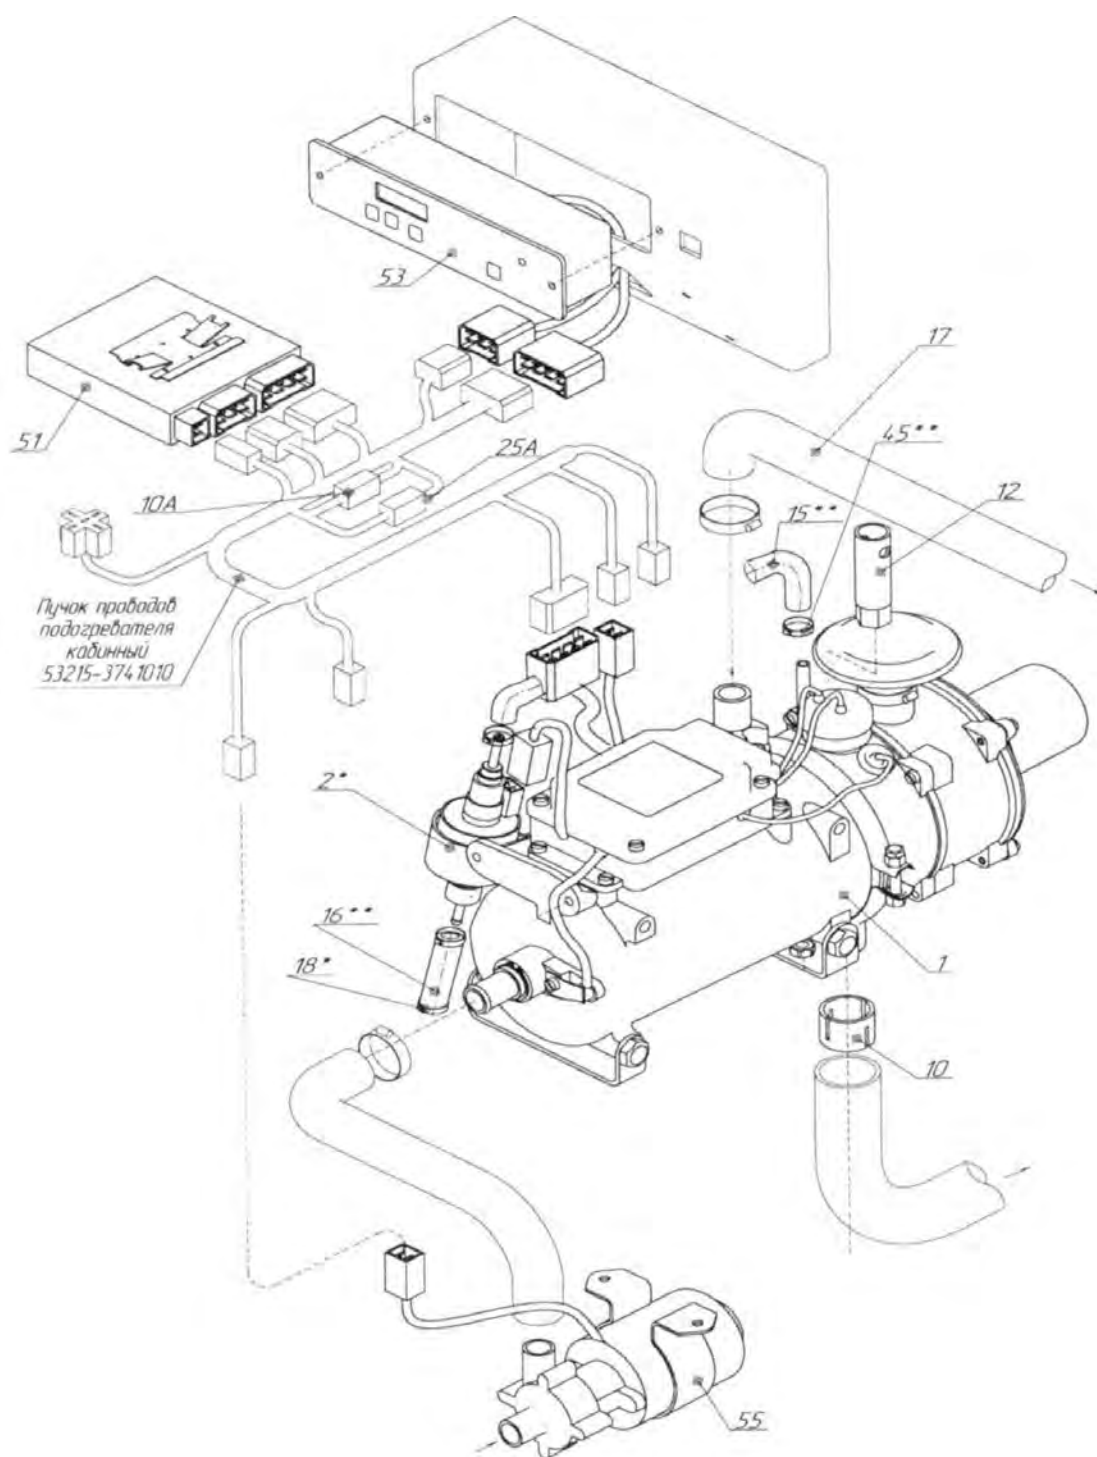

Рис. 219 Комплектация подогревателя 14ТС-01
3.1 Узлы и детали, входящие в базовую комплектацию предпускового подогревателя 14ТС-01, изображены на Рис. 219. Перечень узлов и деталей смотри в Таблица 39.